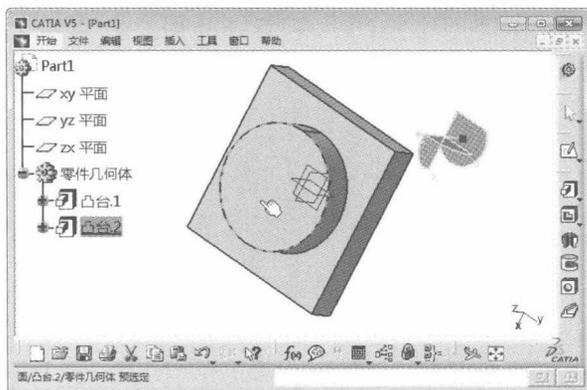

图 2-1 单击零件示意图
(1) 选择和编辑对象：如图 2-1 所示，在物体上单击鼠标左键，所选择的物体会高亮显示（框线会橘色反白），并且会将其特性显示在屏幕左下角的状态栏中，便可对选中的特征进行编辑。